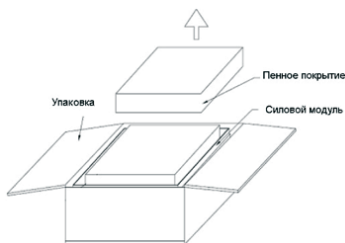

Рис. 2-7 Удаление защитного пенного покрытия
3. Удалите защитное пенное покрытие, как показано на рис. 2-7.